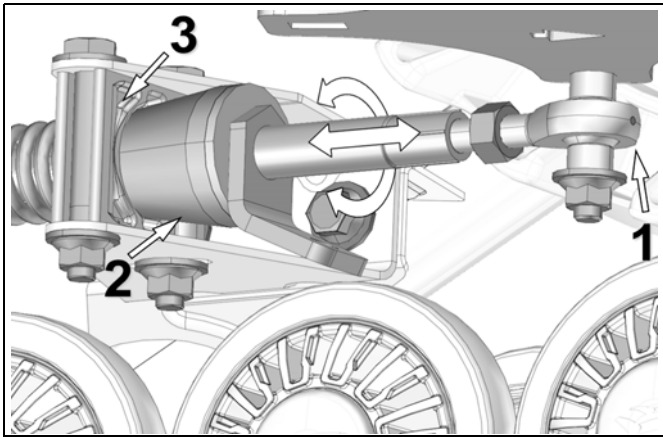

Abbildung 16
- Drehen Sie die Mutter des Stabilisierungsarms, um die Länge des Stangenkopfes (1) einzustellen und dafür zu sorgen, dass der Gummikegel/Gummidämpfer (2) leichten Druck auf die Verdrehsicherungs-Halterung (3) ausübt. Siehe Abbildung 16.